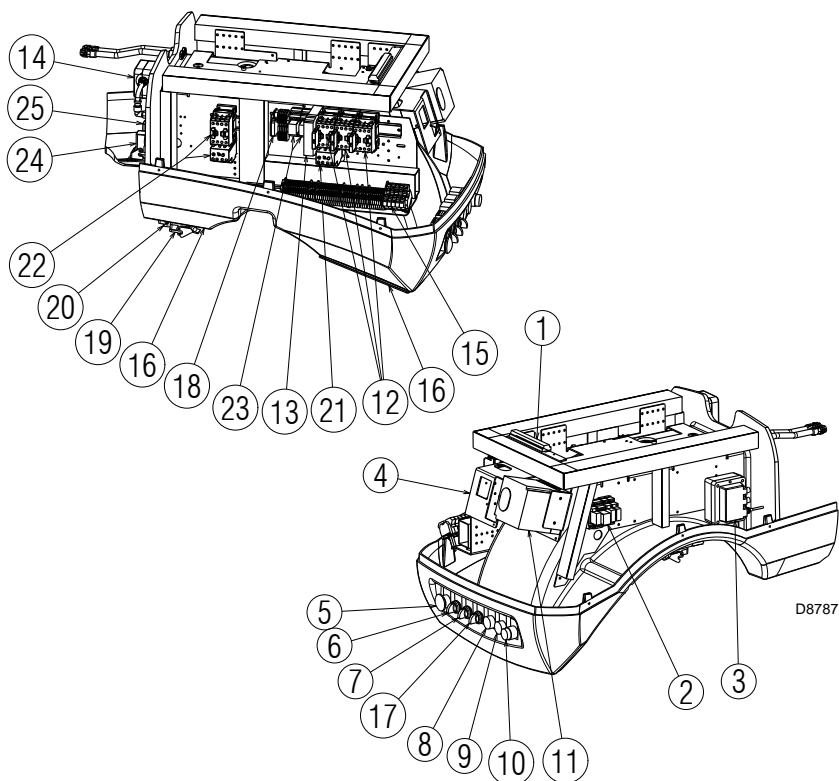

Abb. 6
- **Störabschaltung des Gerätes:** das Aufleuchten der Taste (rote Led) am Steuergerät 11)(Abb. 6) und der Leuchttaste 10)(Abb. 6) weist auf eine Störabschaltung des Brenners hin. Betätigen Sie zur Entstörung die Taste 10)(Abb. 6).